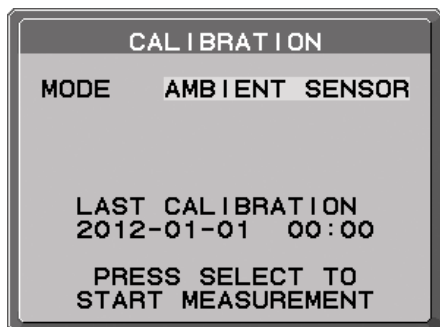

Рисунок AS.1
2. Включите дисплей. Через 30 минут выбрать AMBIENT SENSOR в режиме калибровки (Рисунок AS.1). Для надлежащей калибровки монитор должен прогреться в течение 30 минут. Если начать AMBIENT SENSOR CALIBRATION до того, как монитор полностью прогрелся, на экране появится предупреждение.